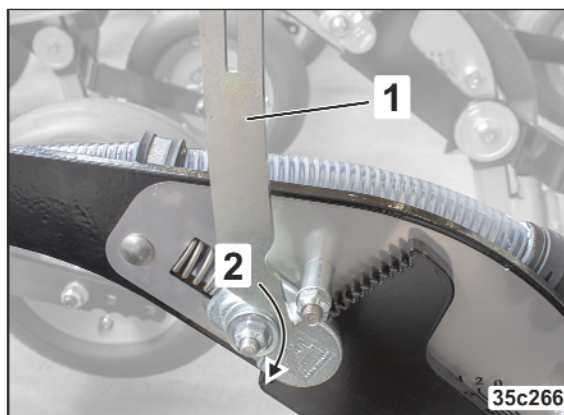

Bild 175
2. Lägg in verktyget (Bild 175/1) i inställningsanordningen (Bild 175/2).